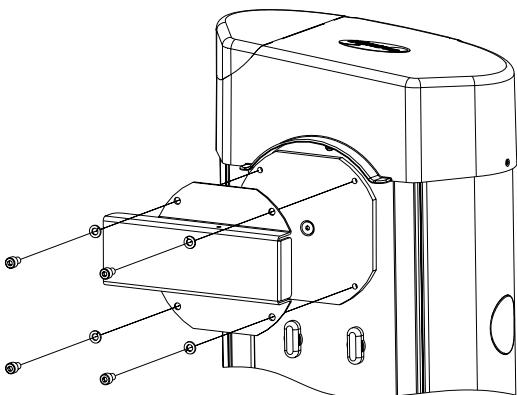

Abb. 5
- Fixer la barre porte barre, sans visser à fond les vis (Fig. 5).